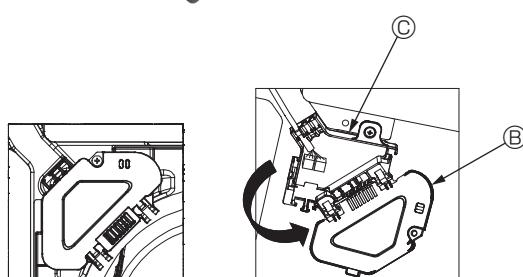

Fig. 7-5
- ③ Lors du passage des câbles, ouvrez le collier qui fixe le fil de jonction de la grille, puis fixez le fil de jonction de la grille et les fils du capteur i-See et du récepteur de signal à l'aide du collier.
- ④ Retirez la vis de fixation du couvercle de la boîte de raccordement, puis ouvrez le couvercle. (Fig. 7-5)
- ⑤ Placez le connecteur du fil de jonction dans la boîte de raccordement.
- ⑥ Installez le couvercle des fils et le couvercle de la boîte de raccordement.